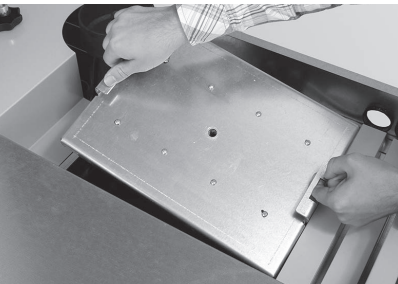
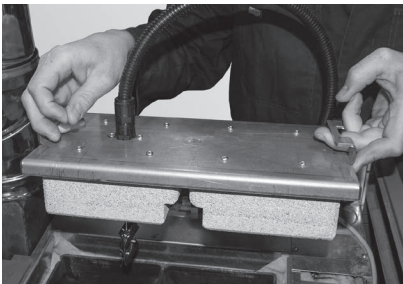

Fig. 66 Estrarre il coperchio
Fig. 67 Estrarre il coperchio, **NON** scollegare il cavo - Caldaia a pellet con collettore di polveri elettrostatico
► Estrarre il coperchio, per le caldaie a pellet con collettore di polveri elettrostatico **NON** scollegare il cavo, ma mettere con cautela il coperchio da parte – Fig. 66, Fig. 67.